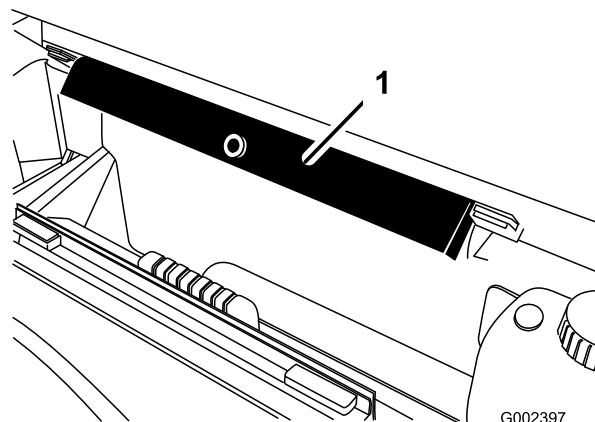

Figura 83
8. Scoateți suportul pentru platformă din suporturile de depozitare aflate în spatele panoului ROPS (Figura 83).